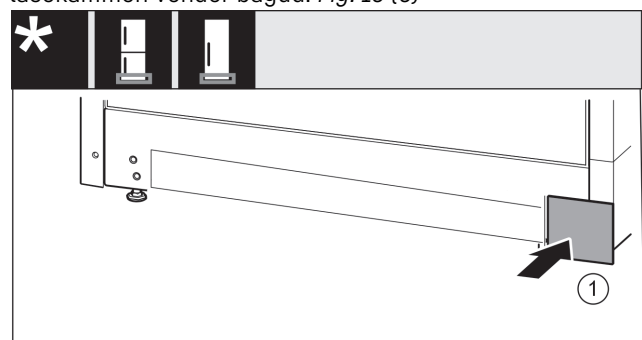

Fig. 16
- ▶ Sæt afdækningen på den anden side igen. Fig. 16 (1)